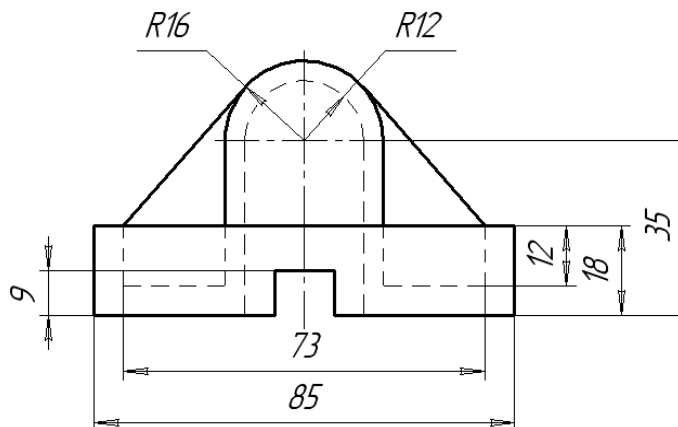

Рис.7 Команда «Зеркальное отражение»
9. Выполнить чертеж, используя команду «Зеркальное отражение» (рис.7)